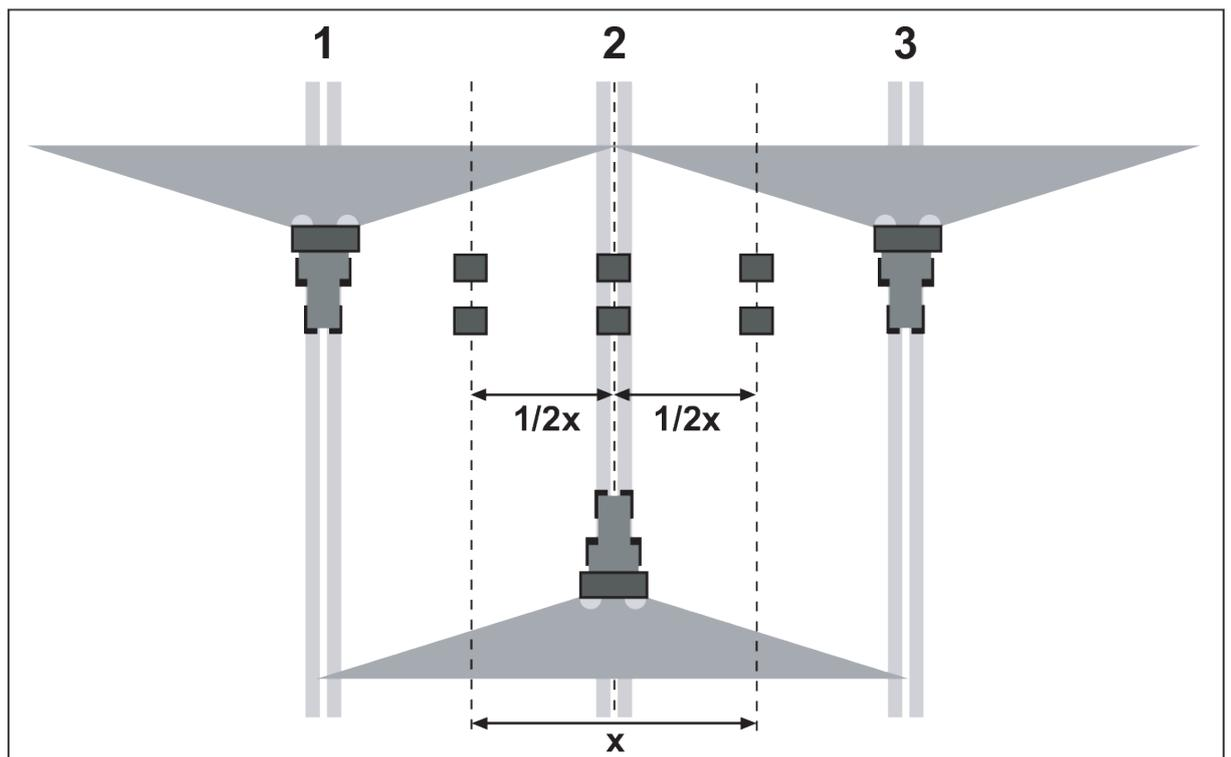

図 52: 3 回の走行のレイアウト
- ▶ それぞれ2つの回収トレイをオーバーラップゾーン(行路の間)とセンタートラックに1 m 間隔で前後に配置します(図52を参照)。